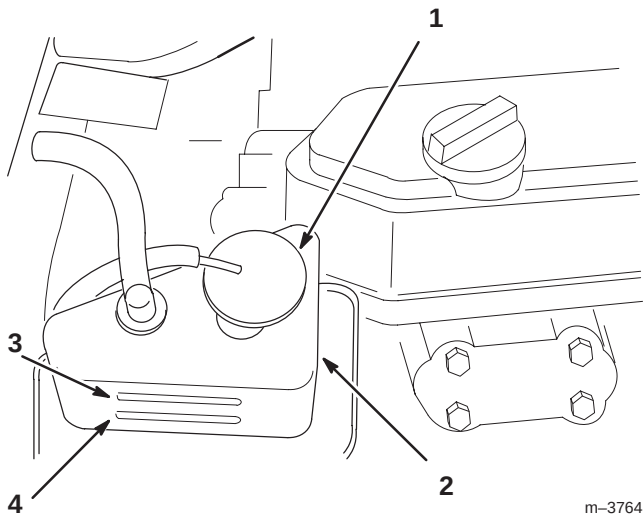

Figure 8
3. Vérifier le niveau du liquide de refroidissement. Le niveau du liquide de refroidissement doit se situer entre les deux traits du vase d'expansion quand le moteur est froid (Fig. 8).